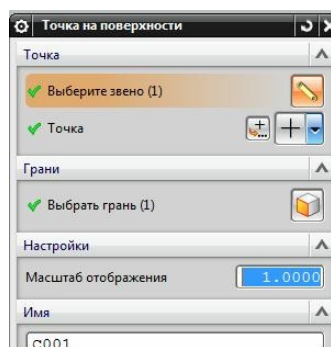

рис.76
•Диалоговое окно этой связи представлено на рис.76.